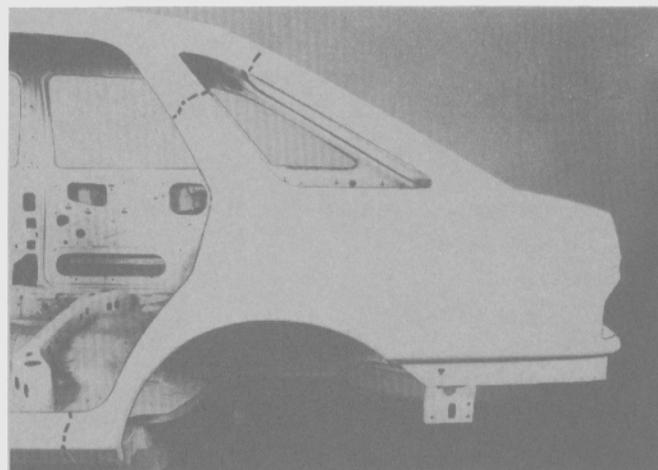

Fig. 199
- Marcar las líneas de corte en el guardabarros, pilar "C" y zócalo (Fig. 199).